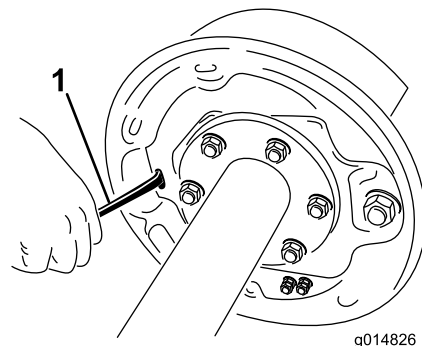

図 62
- 通常のねじ回しを使って、アジャスタアセンブリのスターホイールを回してブレーキシューを外側に開く 図 62。